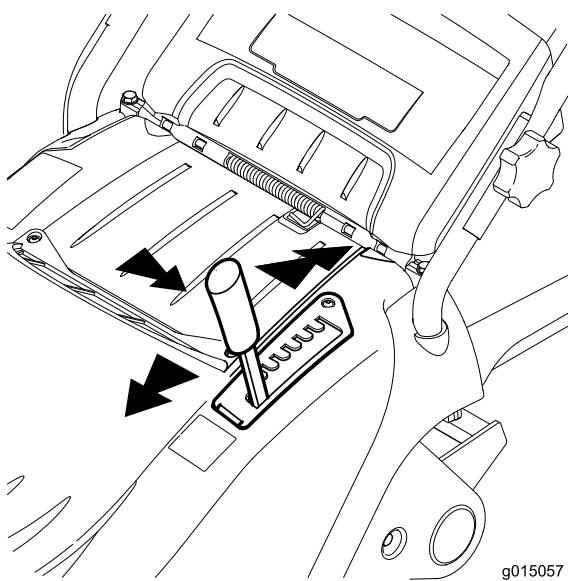

Bild 13
2. Ziehen Sie den Schnitthöhenhebel aus dem Schlitz und versetzen sie ihn nach vorne oder hinten in den gewünschten Schlitz (Bild 13).